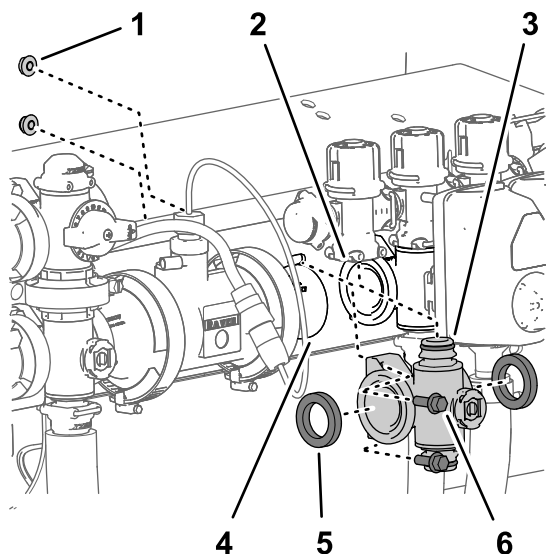

Figure 122
($\frac{1}{4}$ po) qui fixent le collecteur au support de vannes (Figure 122).
5. Baissez le collecteur de vanne de section et les joints pour les séparer de la vanne de dérivation de section et déposez-les de la machine (Figure 122).